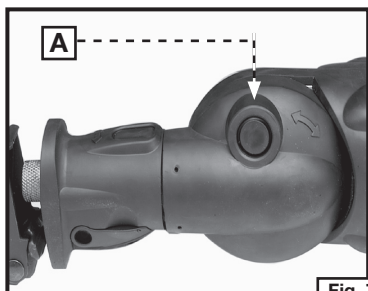
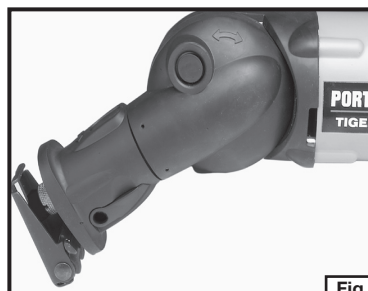

Fig. 7
Fig. 8
3. Pour faire pivoter le boîtier d'engrenages, appuyez sur le bouton de blocage (A) Fig. 7. Maintenez-le enfoncé pendant que vous inclinez le boîtier d'engrenages vers le haut ou vers le bas pour le mettre à la position ou à l'angle désiré. Ensuite lâchez le bouton de blocage et continuez de faire pivoter le boîtier d'engrenages jusqu'à ce que le bouton de blocage s'enclenche au cran désiré (B) Fig. 8.